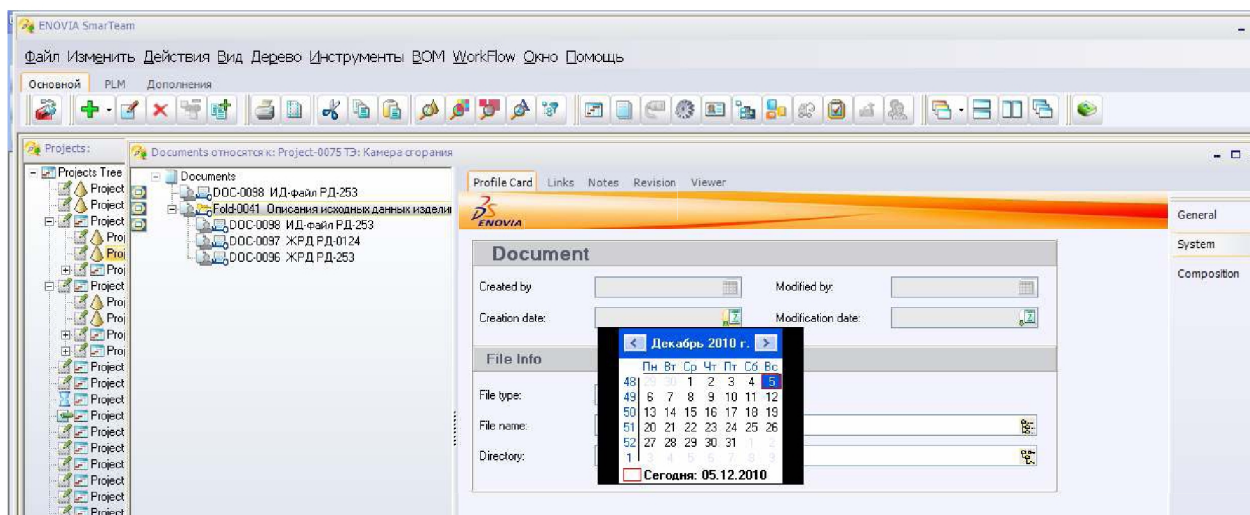

Рисунок 10 – Создание объекта «Ребенка» к объекту «Описания исходных данных» (закладка «System») - указание даты создания
2. В описании объекта укажите значения необходимых атрибутов (рисунок 10) на всех страницах описания, используя перемещение по закладкам: General, System и Composition.